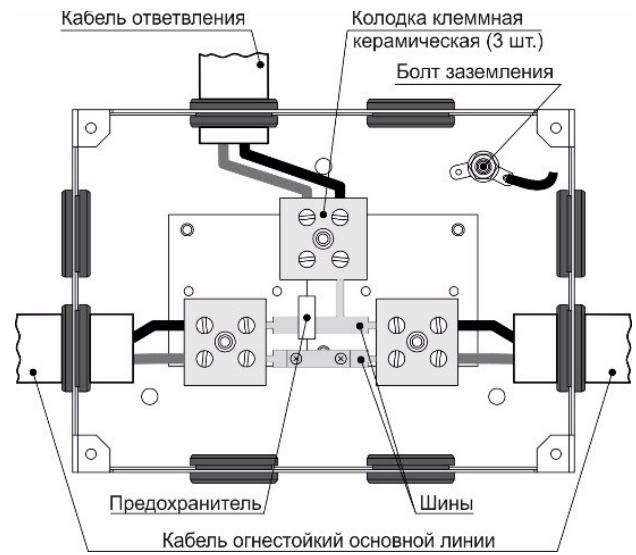

Рисунок 2
2.5 Электрические соединения в изделии **КРОМА-01-90 P1** выполнены в виде металлических оцинкованных шин и перемычки из провода сечением 1 – 1,5 мм2. По желанию заказчика вместо перемычки может быть установлен предохранитель номиналом **1 А, 250 В** (рисунок 2 приложения).